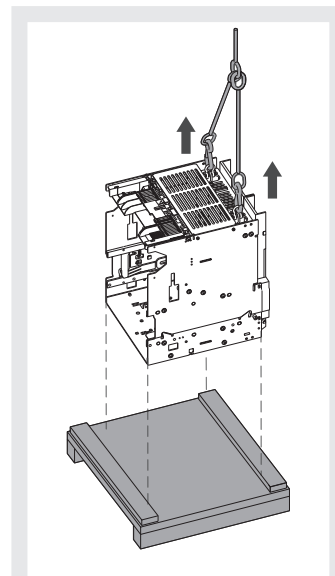

Abbildung 17
1. Das feste Teil vom Untersatz der Verpackung mit Hilfe der beiden Kranhaken heben, die als serienmäßiger Lieferumfang zum festen Teil gehören. Siehe Abbildung 17.